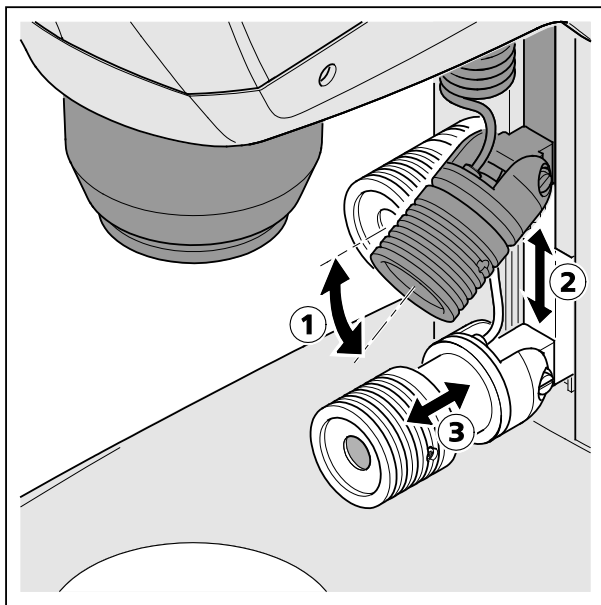

Bild 16 Spot-Leuchte einstellen
- Spot-Leuchte in der Führung auf die gewünschte Höhe (Bild 16/2) schieben.
- Über das Gelenk der Spot-Leuchte den Winkel (Bild 16/1) so einstellen, dass das Objekt optimal ausgeleuchtet wird.
- Durch axiales Verschieben des Fokussierteils (Bild 16/3) die Größe und Helligkeit des Spots einstellen (Beleuchtungszoom).